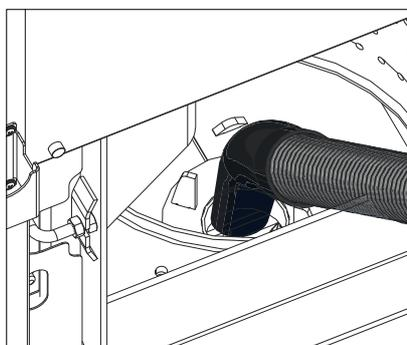

Fig. 43 Aspirer aussi les cendres du tube d'air primaire au milieu du creuset de brûleur
- Aspirer les résidus de combustion du creuset de brûleur avec un aspirateur. Aspirer aussi les cendres du tube d'air primaire (au milieu du creuset de brûleur) – Fig. 43.